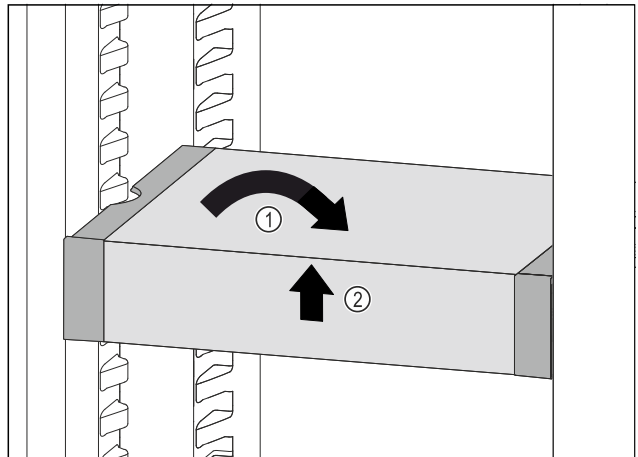

Fig. 208
- VarioSafe gerade stellen. Fig. 208 (1)
- VarioSafe vorne anheben. Fig. 208 (2)